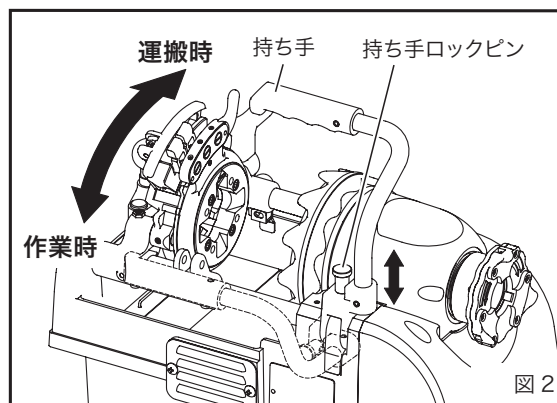

図 2
1. マシンの運搬 (図 2)
- ・ねじ切りなどの作業時は必ず持ち手を図 2 の作業時の位置にしてください。